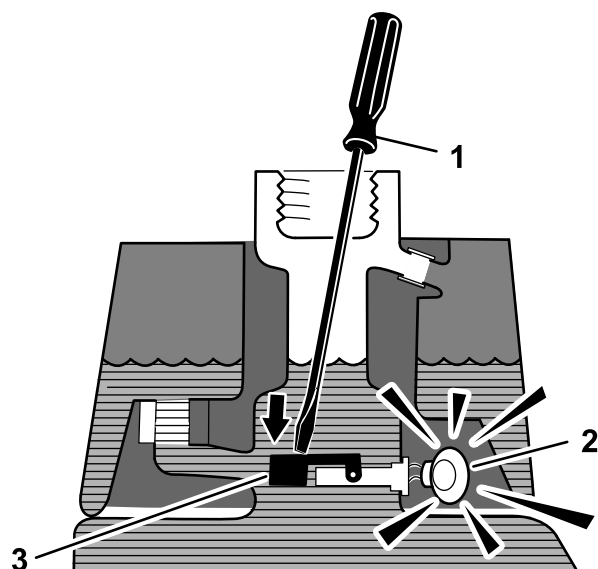

Figure 43
- Introduisez une tige ou un tournevis propre dans le goulot du réservoir et enfoncez doucement le contacteur à flotteur (Figure 43) ; l'alarme devrait se déclencher au bout d'une seconde.